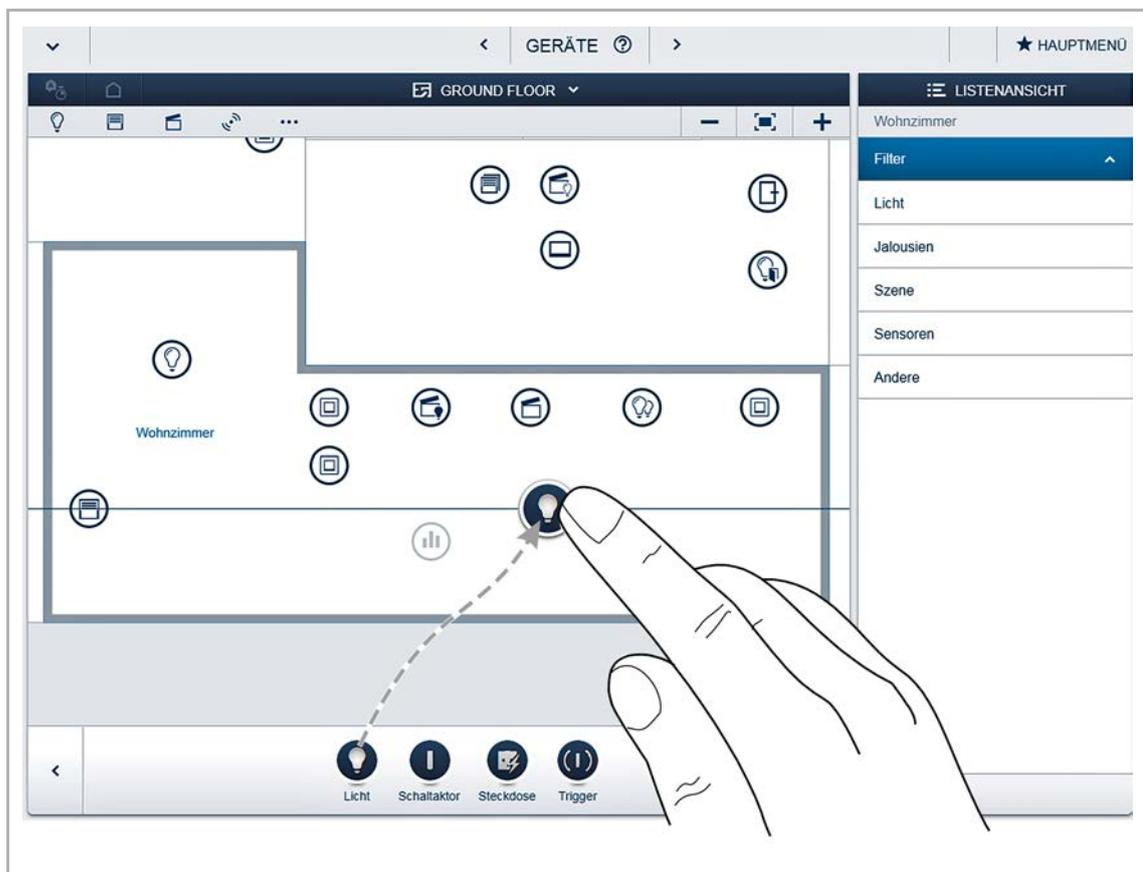

Abb. 26: Anwendung aus Hinzufügen-Leiste ziehen
- Wählen Sie aus der Hinzufügen-Leiste „Geräte hinzufügen“ die gewünschte Anwendung aus und ziehen Sie diese per Drag & Drop auf den Grundriss, siehe Abb. 26.